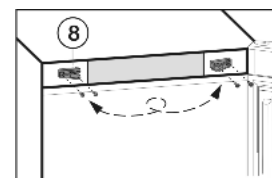

Fig. 7
- Открутите опорную деталь Fig. 7 (8) и прикрутите её снова с поворотом на 180° на противоположную сторону. При необходимости просверлите отверстия или используйте аккумуляторную отвертку.